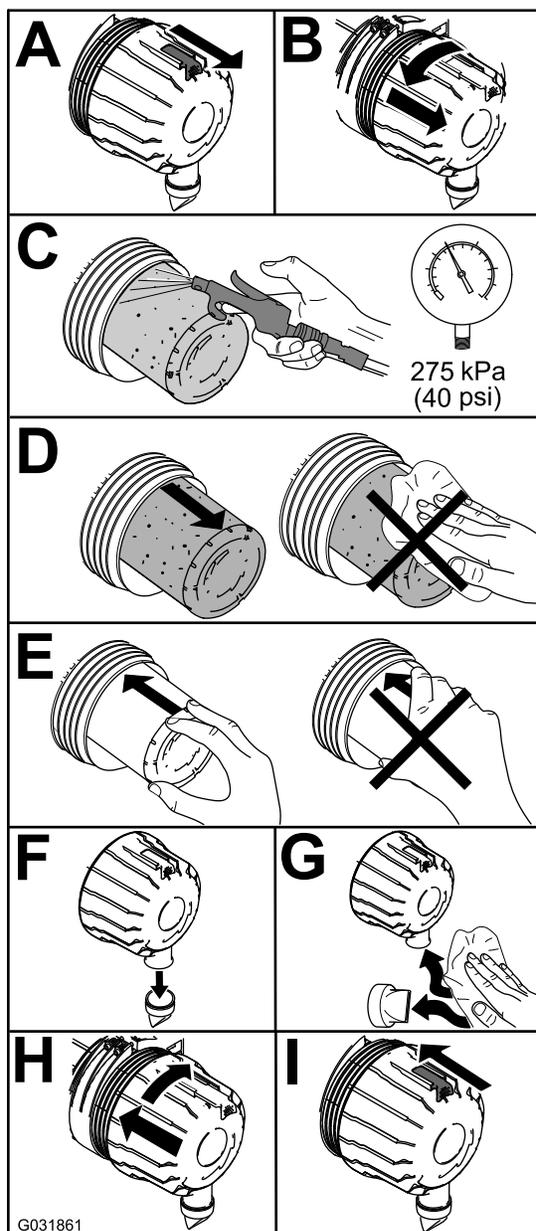

Figura 45
1. Sostituite l'elemento del filtro dell'aria (Figura 45).